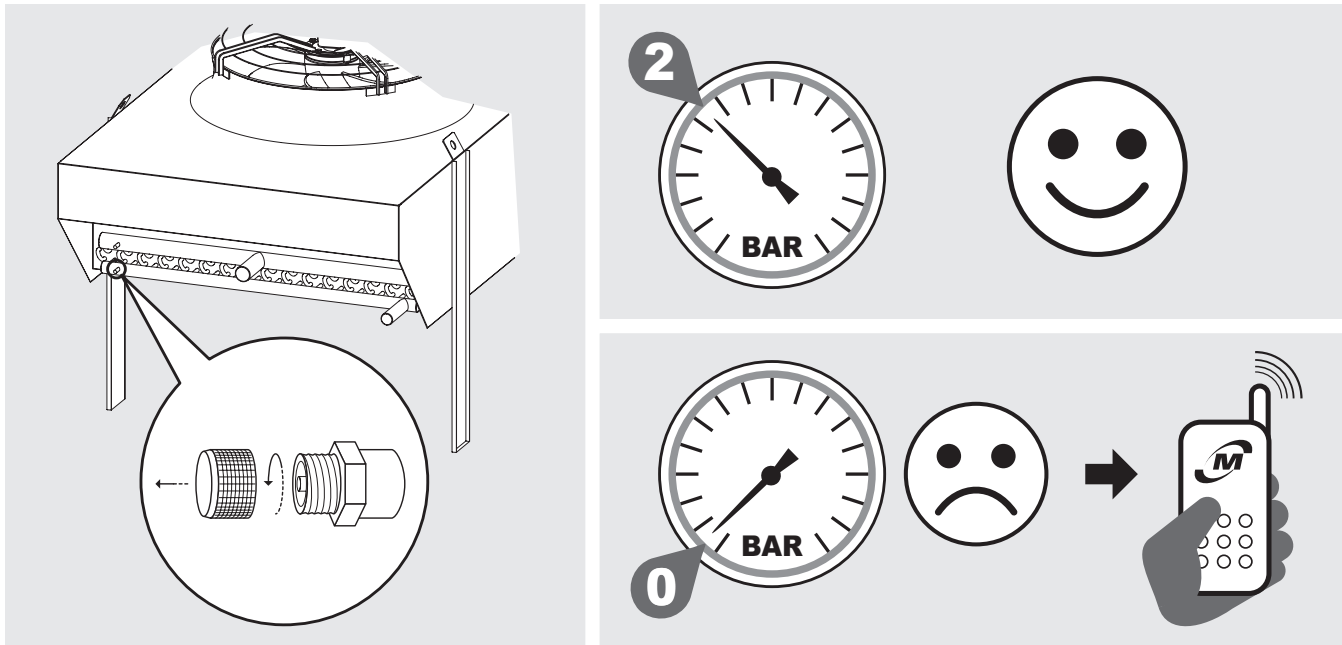

Figure 2
- 4.2 Les échangeurs des condensateurs (KCEK) et des refroidisseurs de gaz (KCES) sont dotés d'une précharge d'air sec à 2 bar et disposent de raccords de remplissage de 1/4" SAE. Vérifier la présence de pression; en l'absence de pression, contacter immédiatement Modine et signaler le problème sur le document de transport. L'absence de pression indique une fuite due à un dommage subi durant le transport. Voir Figure 2.